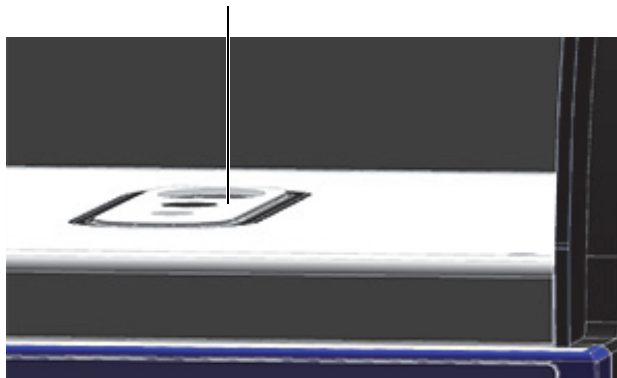

図 B-14 ワークステーション試料室の床と同じ高さの Vanta プローブのフェイスプレート
2. Vanta のプローブのフェイスプレートがワークステーション試料室の床と同じ高さであることを確認します（124 ページの図 B-14 参照）。